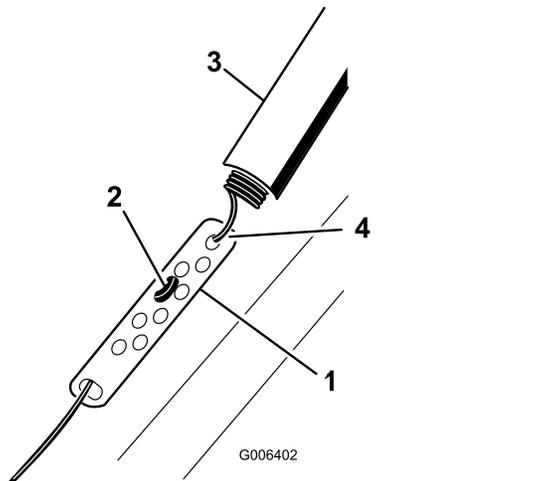

Figure 17
1. Remontez la protection du ressort et décrochez le ressort de la biellette de réglage (Figure 17).
2. Accrochez le raccord en Z à un trou plus haut ou plus bas sur la biellette de réglage de manière à obtenir un écart de 2 à 3 mm (1/16 à 1/8 po) entre la barre de commande et le guidon (Figure 17).